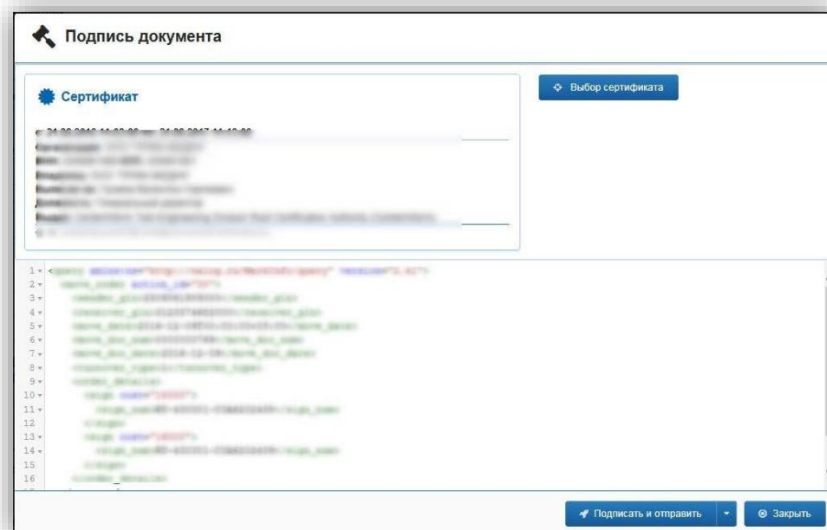

Рисунок 155 – Подпись документа
- В окне «Подпись документа» выберите сертификат для подписи и нажмите кнопку «Подписать и отправить» (рис. 155).